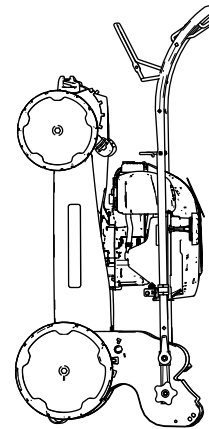

Bild 16
4. Heben Sie die Vorderseite der Maschine am Holm an und stellen sie in den Lagerplatz (Bild 16).